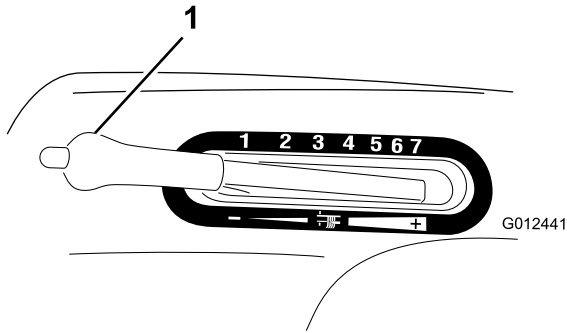

Bild 8
1. Halten Sie die Taste am Schnitthöhenhebel gedrückt (**Bild 8**).